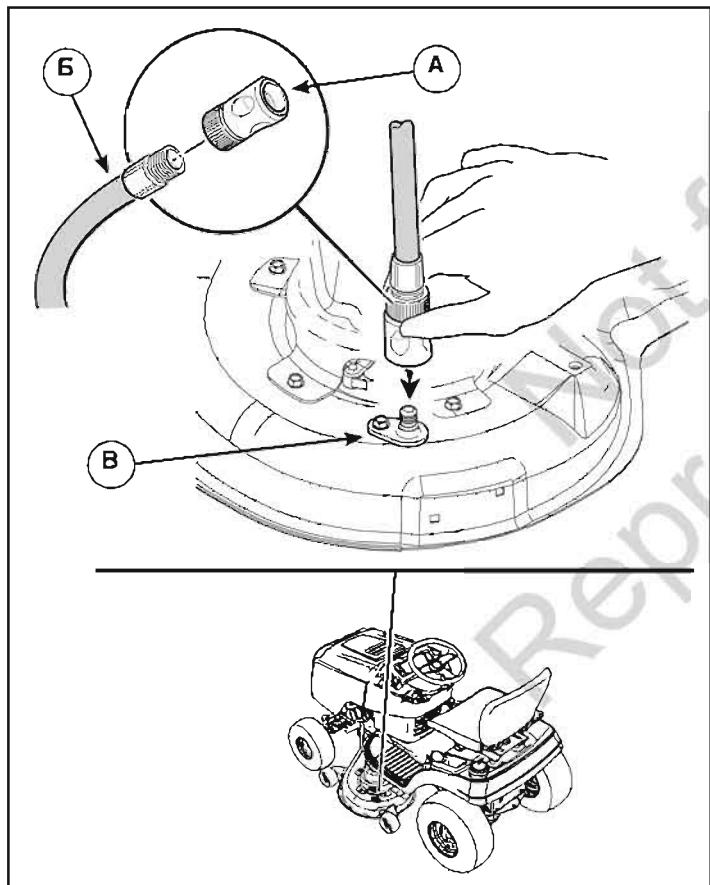

Рисунок 13
2. Закрепите быстроразъемный соединитель (A, Рис. 13) на садовом шланге (B) подсоедините к промывочному штуцеру (C) на раме косилки.